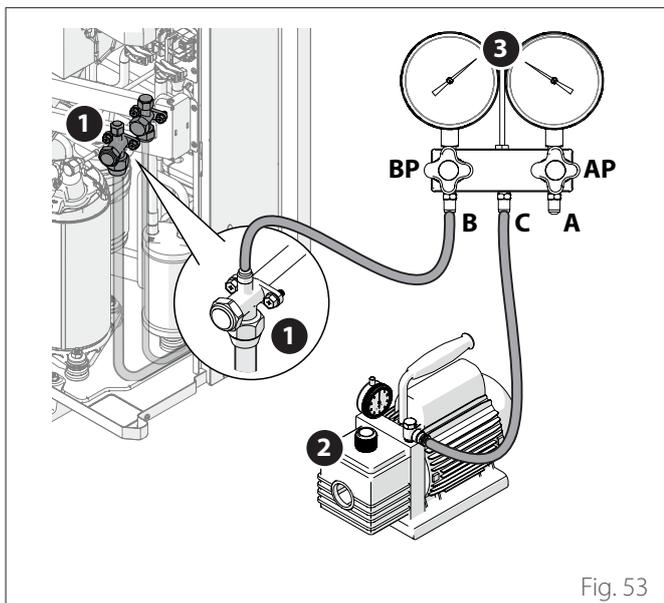

Fig. 53
- Ligar as tubagens conforme indicado na figura "Fig. 53".
- Abra ligeiramente durante alguns segundos a válvula de corte **(1)** e volte a fechá-la ("Fig. 53").